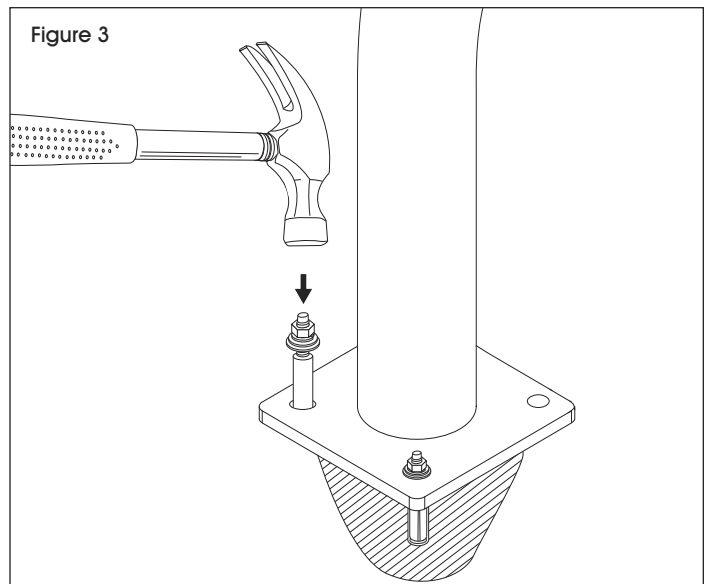

Figure 3
4. Slightly tap down the anchor bolt with a hammer if needed. Tighten the hex nut until the anchor bolt is secure. (See Figure 3)
4. Enfoncez le boulon d'ancrage en tapotant légèrement avec un marteau si nécessaire. Serrez l'écrou hexagonal jusqu'à ce que le boulon d'ancrage soit fixé. (Voir Figure 3)